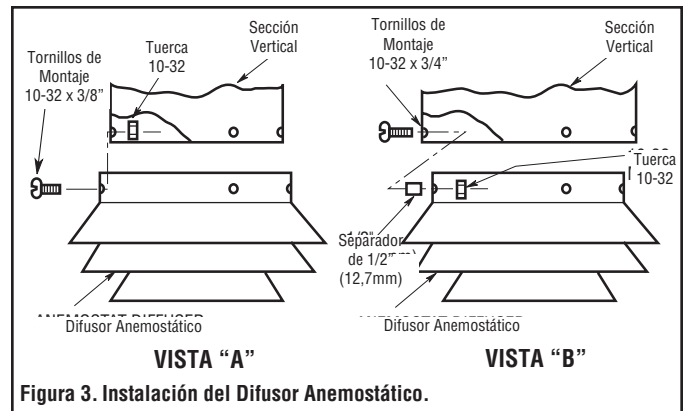

Figura 3. Instalación del Difusor Anemostático.
2. Cuando use difusores pequeños (-S) o grandes (-L), deje deslizar el anemostato sobre la sección vertical y asegúrelo con tres pernos 10-32 x 3/8" (9,5mm) y tuercas. (Estudie la Figura 3, Vista A).